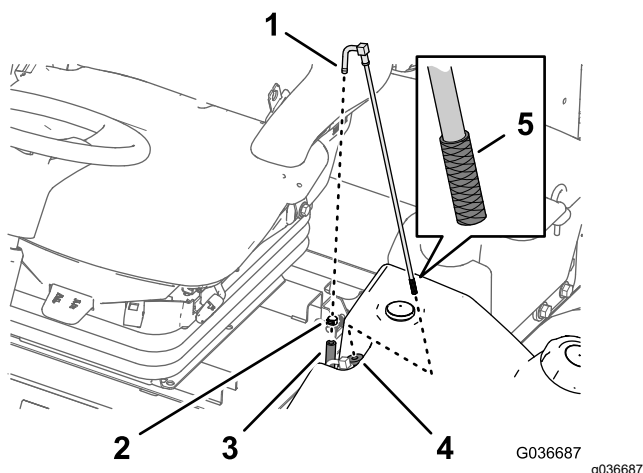

Figure 51
1. Retirez le collier qui fixe le flexible de carburant au raccord du tube d'aspiration (Figure 51).
2. Débranchez le flexible du raccord (Figure 51).
3. Soulevez et déposez le tube d'aspiration du réservoir de carburant (Figure 51).
4. Nettoyez les débris éventuellement présents sur la crépine au bout du tube d'aspiration de carburant (Figure 51).
5. Insérez le tube d'aspiration dans la bague de caoutchouc et dans le réservoir de carburant (Figure 51).